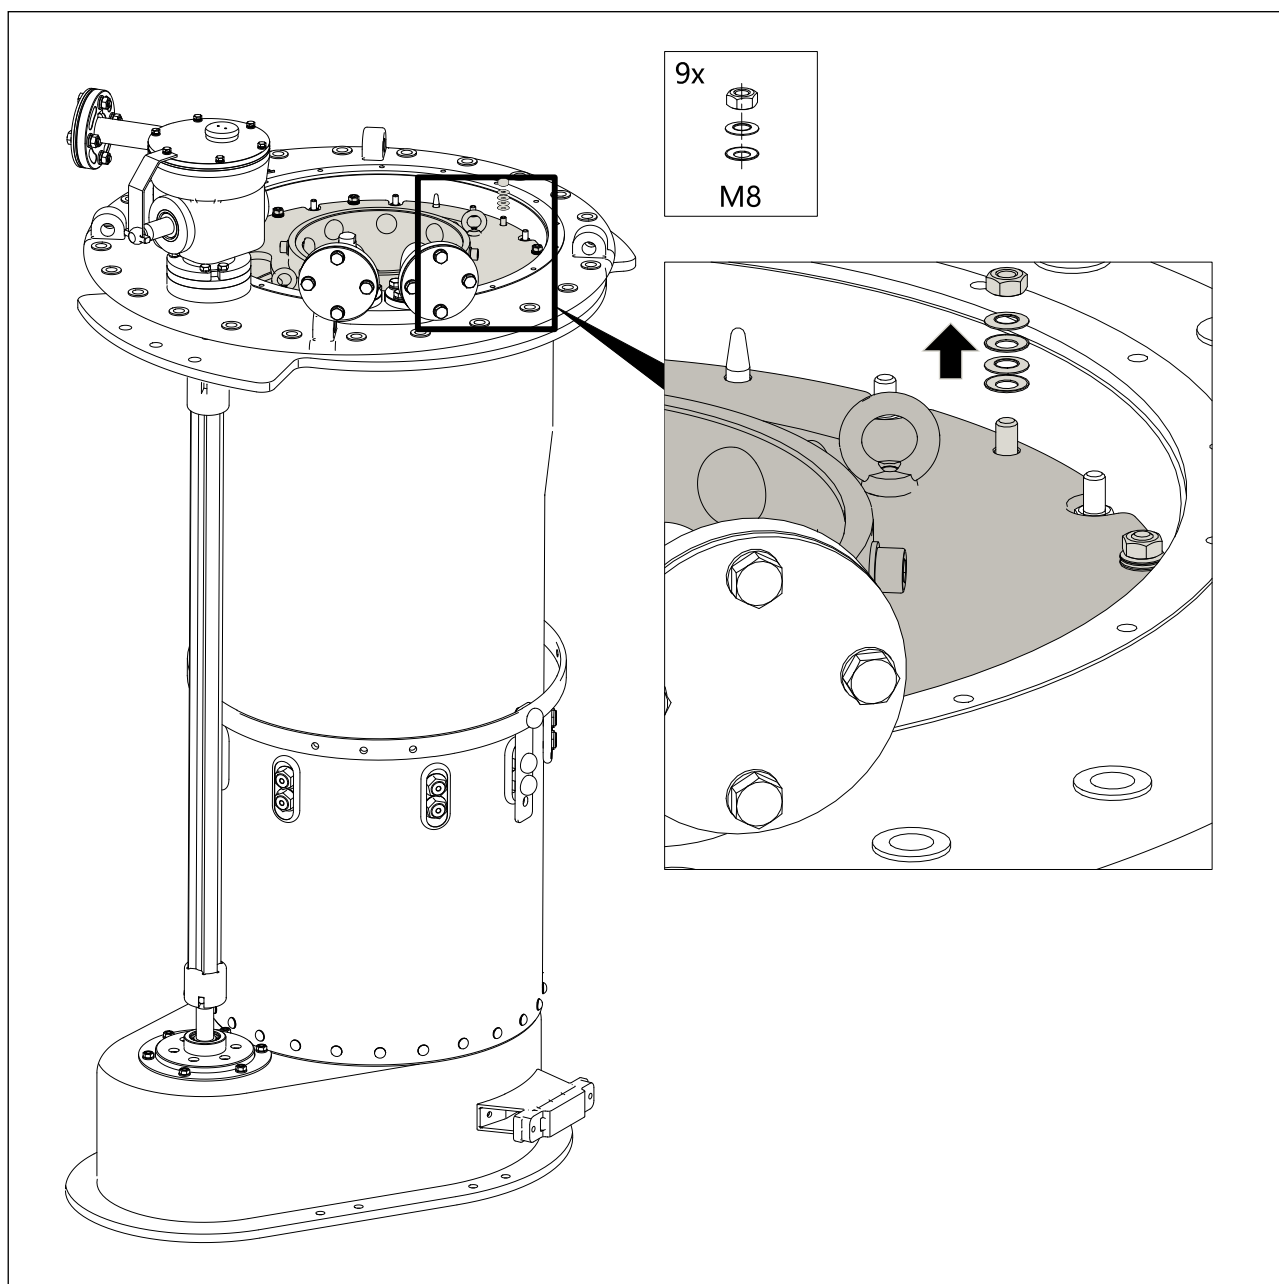

图 5-5 从 OLTC 安装法兰上拆除螺母
- 使用 13mm 开口 / 套筒扳手，拆除 9 套 M8 螺母，每套配碟形垫圈 x4，从 OLTC 安装法兰上未涂红色漆的区域进行螺母拆除作业（见图 5-5）。